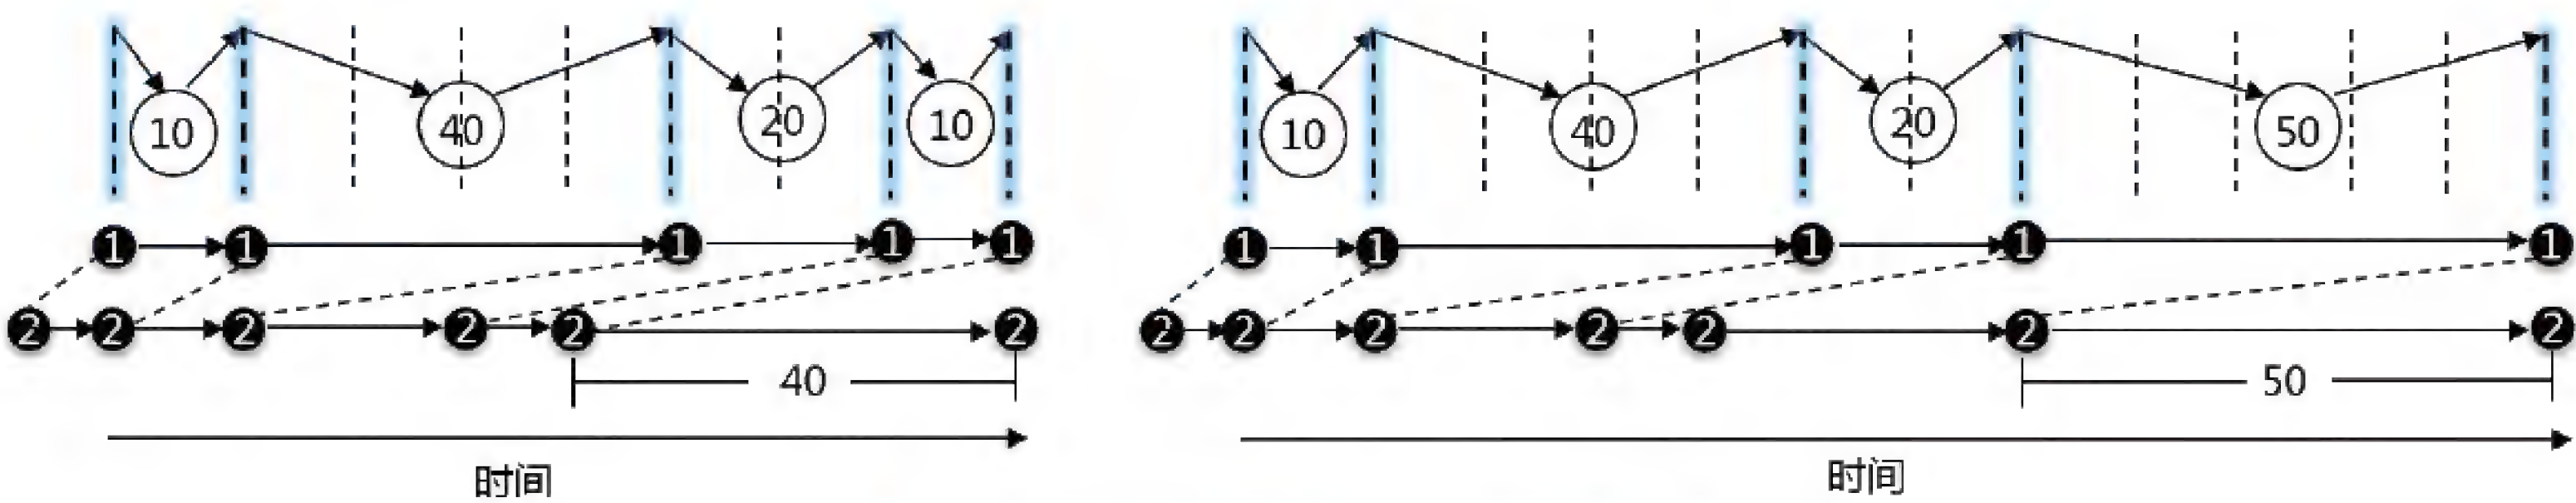

图4-6 不同处理速度的节点组成流水线
**问一下：**如果传递链上的每个人都是各色人等，其各自从左手传递到右手的时间都不同，有快有慢。最终吞吐量是怎么个情况？这可真有点难以用脑子想清楚，得画一下，算一下才行，如图4-6所示。